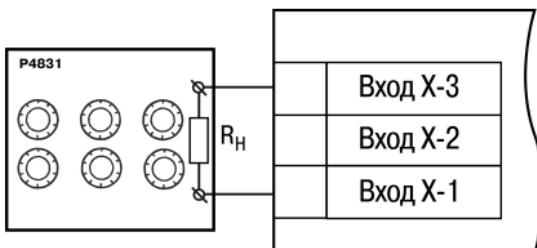

Рисунок 8.1
- Подключить к прибору магазин сопротивлений типа Р4831 или подобный ему с классом точности не ниже 0,05 по трехпроводной линии (рисунок 8.1). Сопротивления проводов в линии должны быть равны друг другу и каждое не должно превышать величины 15 Ом.